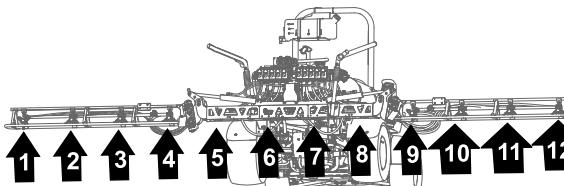
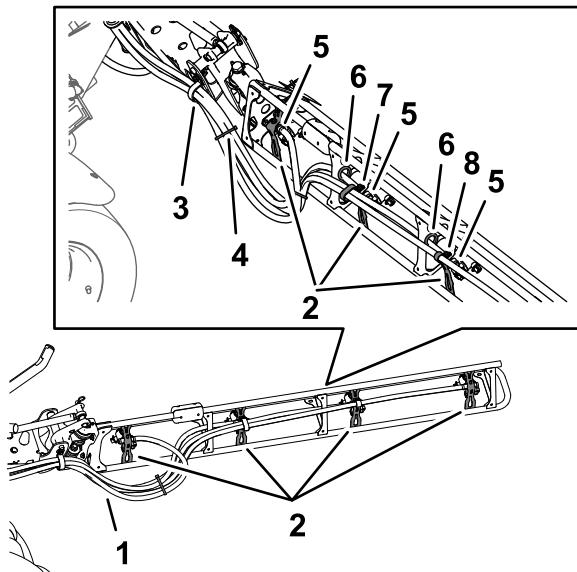

图129
图130
- 将喷嘴 1、2、3 和 4 的软管穿过中间喷洒段的左外侧端的 R 形夹 **图129** 和 **图130**。
- 将喷嘴 7、8、9 和 10 的软管穿过中间喷洒段的右外侧端的 R 形夹 **图129** 和 **图130**。
- 如 **图129** 和 **图130** 所示将 279cm 供水软管和宝塔软管柄 3/4 英寸沿喷洒段连接至喷嘴 1 和 10。
- 如 **图129** 和 **图130** 所示将 234cm 供水软管和宝塔软管柄 3/4 英寸沿喷洒段连接至喷嘴 2 和 9。
- 如 **图129** 和 **图130** 所示将 188cm 供水软管和宝塔软管柄 3/4 英寸沿喷洒段连接至喷嘴 3 和 8。
- 如 **图129** 和 **图130** 所示将 188cm 供水软管和宝塔软管柄 3/4 英寸沿喷洒段连接至喷嘴 4 和 7。
- 如 **图130** 所示用扎带把 4 个喷嘴软管扎在一起。